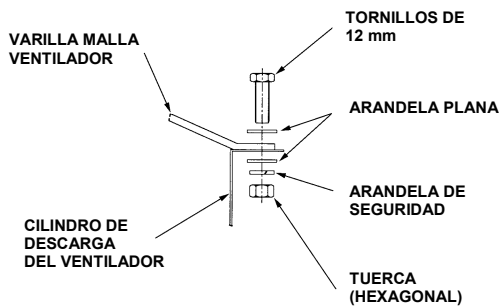

Figura 23 - Fijación de Malla Protectora al Cilindro de Descarga.
2. Fijar la malla protectora al cilindro con tornillos en todos los taladros como se indica en la figura 23.